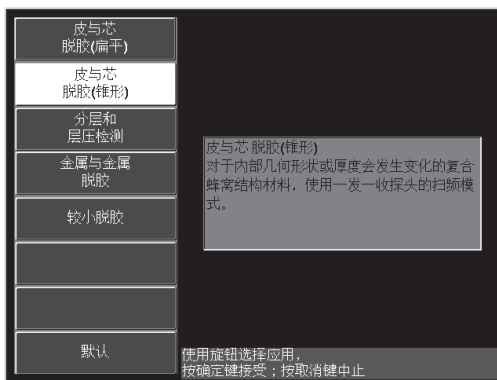

图 6-18 蒙皮和蜂窝芯脱粘（锥形）应用
3. 选择皮与芯脱胶（锥形）应用，然后按确定键（✓）接受（参见第 125 页的图 6-18）。